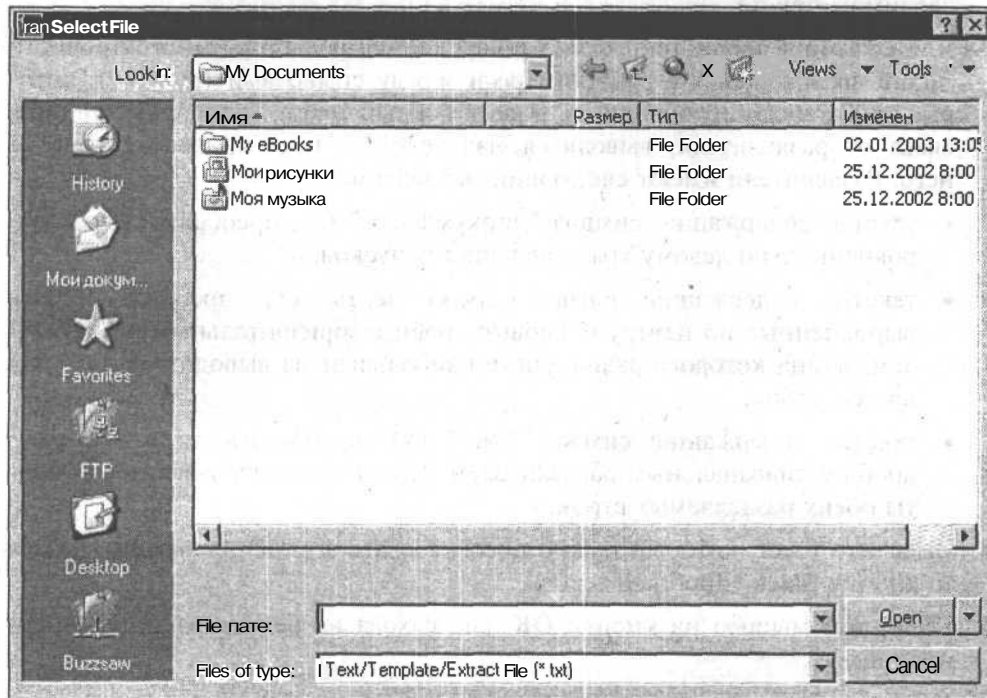

Рис. 9.10. Диалоговое окно для выбора файла, вставляемого в редактор многострочного текста
1. В рабочей зоне редактора многострочного текста укажите курсором точку вставки внешнего файла и выберите из контекстного меню **Import Text** (Импортировать текст). Появится диалоговое окно **Select File** (Выбор файла) (рис. 9.10).